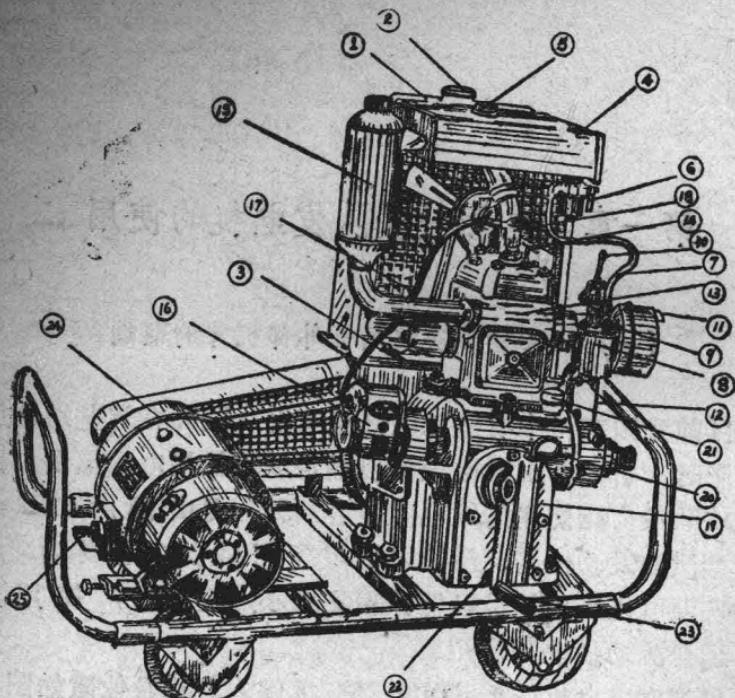
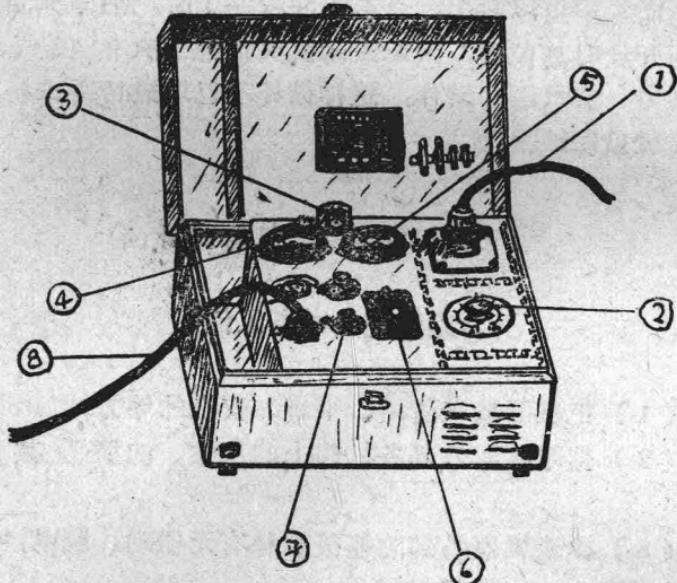

图1 1103型电影放映发电机的外形图
图5 配电箱图
1103型发电机的形状和外部各机件的名称及位置如图1所示。
(6) 在水箱中加入清洁的軟水（一般能起肥皂沫的水为軟水），加水时要用带有滤网的漏斗过滤，在冬季使用时可加入热水；
(7) 在油箱中加入清洁的汽油，加油时要用带有細滤网的漏斗过滤；
(8) 打开配电箱（图5），插好发电机电源引出綫1，电源引出綫的另一端插在发电机的电源引出插座中（見图1中25），插好变压器电源綫8（它的另一端接至变压器）。
(1) 打开油門开关（图1中6）（向上扳为打开，向下
(1) 打开阻风阀，使机器低速转动几分钟(3—5分钟)；
(2) 逐渐地慢慢开大化油器的节流阀，使机器转速逐渐升到正常转数；
(3) 旋转配电箱上的电压调节器(图5中2)，使电压表4上的指针指到220伏(转动电压调节器的旋钮时，顺时针方向转动可使电压升高，反时针方向为降低)；
(4) 搬动配电箱上的转换开关(图5中6)至“闭合”位置即可供电，当放映机开动后电压稍有下降时，应再调整电压调节器把电压升高，使它保持在220伏。
- (1) 取下发电机电源引出线和电源线，收好配电箱并卷好电源线；
- (2) 打开放水口螺丝（图1中3）（反时针方向旋转），将水箱中的水放出；
- (3) 如在冬天，使用机器后可打开曲轴箱前盖上的放油孔（见图1中22）将滑油放出，在下次起动机器时，再将滑油烘热至60°C后加入曲轴箱中；
- (4) 松开摇把螺丝取下摇把，连同工具一齐擦净并装在工具箱内；
- (5) 擦净机器外部的油污及其他脏物；
- (6) 将机器转动至压缩冲程，装上布套，并放在安全的地方。